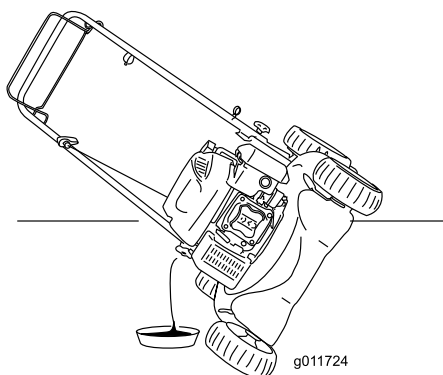

Figura 29
5. Coloque la máquina de lado con la varilla de aceite hacia abajo para drenar el aceite usado a través del tubo de llenado de aceite (Figura 29).